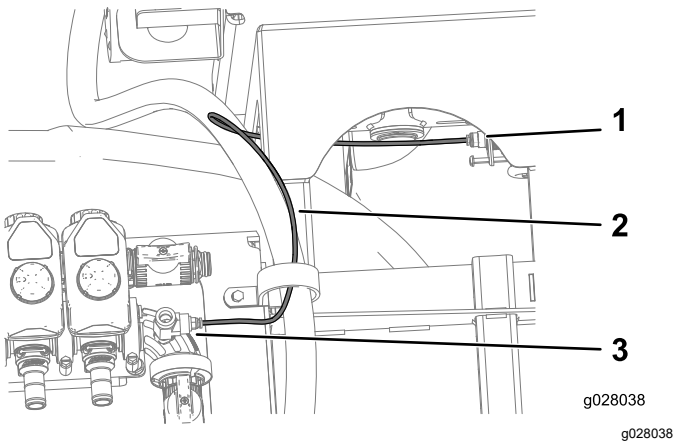

Bild 38
- Schließen Sie den Druckwandlerschlauch an der Kupplung am T-Anschlussstück im 90°-Krümmer und die Kupplung am Druckmanometer an (Bild 38).